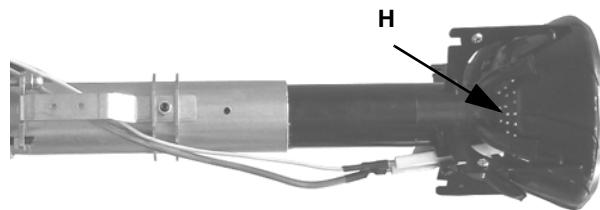

Fig. 60
- 4 Scoateti conectorul **CR** (Fig. 60).
Pentru a demonta capul , operatorul trebuie sa-l traga spre el . Odata demontat capul de ardere , se verifica orificiile de aer si gaz daca nu sunt astupate (Fig. 60 - H). Curatati capul de ardere prin suflarea cu un jet de aer sub presiune, iar in cazul scalei , prin frecare cu o periuța .